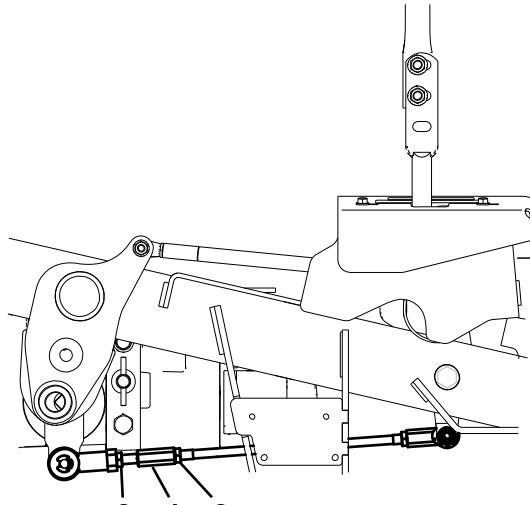

Figure 68
- Réglez la longueur des tiges de pompes en tournant les doubles écrous dans le sens voulu jusqu'à ce que les roues tournent légèrement en marche arrière (Figure 68).